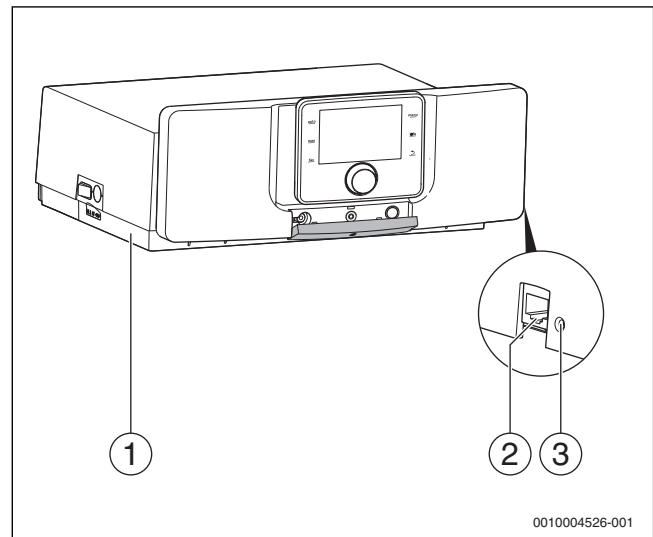

Bild 12 Anschlussmöglichkeit MX25 und IP-Modul
Beim ersten Starten der App müssen der voreingestellte Login-Name und das Passwort eingegeben werden. Die Login-Daten sind auf dem Typschild des IP-Moduls aufgedruckt, das sich an der Seite des Regelgeräts befindet (→ Bild 12, Seite 10).
- ▶ Taste **Reset** (→ Bild 12, Seite 10) mit einem geeigneten Gegenstand (z. B. Kugelschreiber) für mindestens 5 Sekunden gedrückt halten. Die werkseitig voreingestellten Login-Daten werden wieder hergestellt.